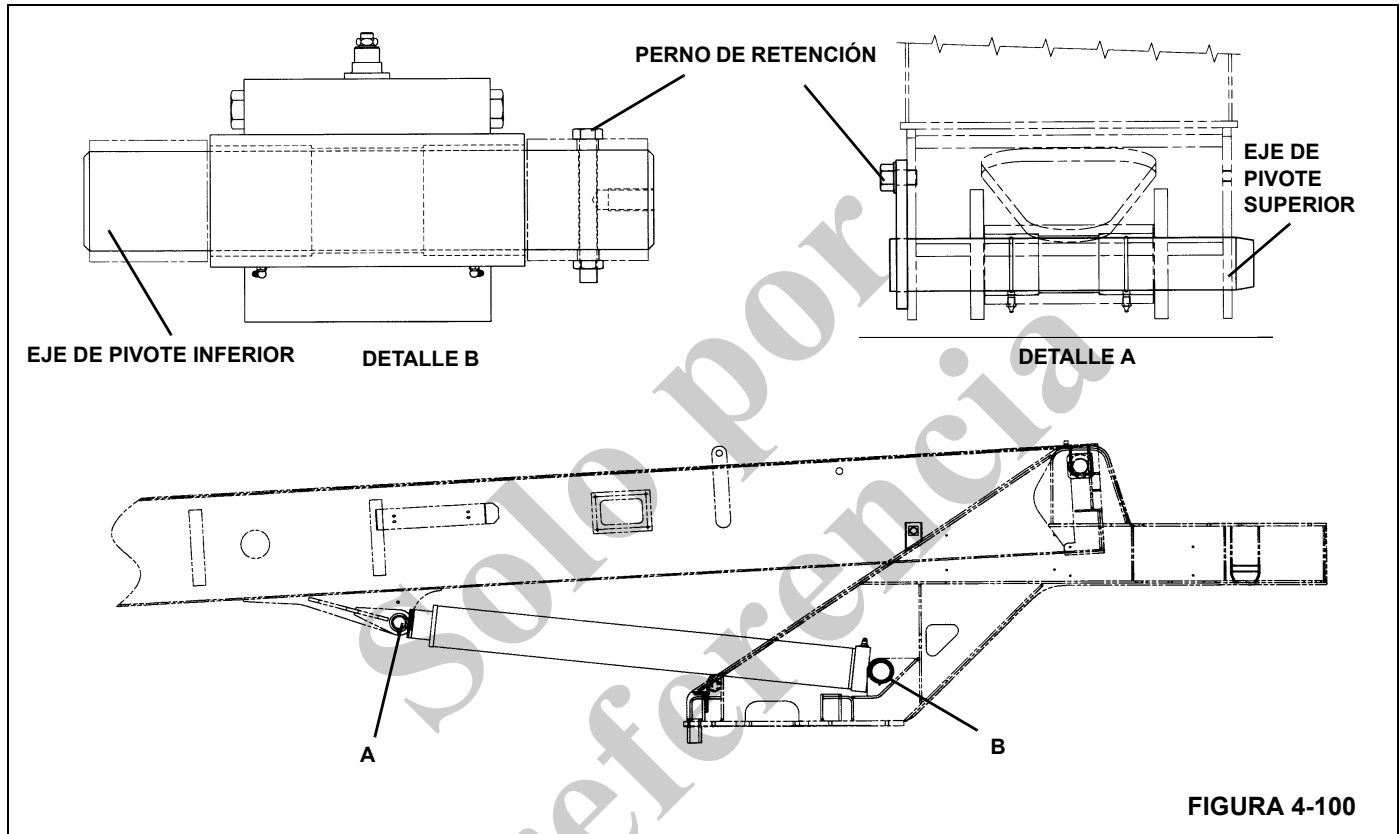

FIGURA 4-100
4. Saque el perno y la arandela que fijan el eje de pivote superior del cilindro de elevación a la pluma (vea la Figura 4-100).